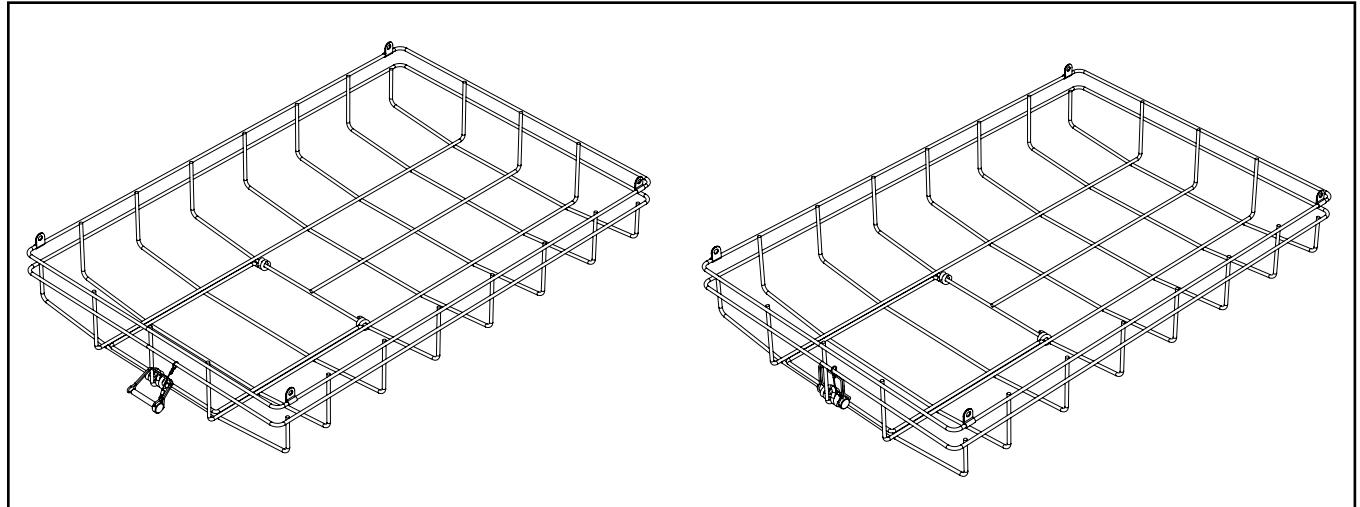

Figure 3.
3. Avec la porte du capteur en position fermée, insérez l'axe à travers le moraillon et l'agrafe, puis verrouillez l'axe en replaçant l'attache-câble en position verrouillée. (Figure 3)